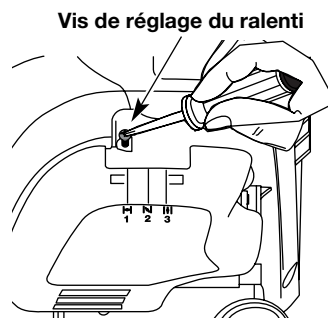

Fig. 50
La vitesse de ralenti du moteur est réglable à l'aide d'une vis de réglage accessible par un trou situé sur le dessus du couvercle du moteur (Fig. 50).
2. Relâchez la manette des gaz et laissez le moteur tourner au ralenti. Si le moteur s'arrête, insérez un tournevis cruciforme entre la couverture du filtre à air et celle du moteur (Fig. 50). Tournez la vis du ralenti dans le sens des aiguilles d'une montre, 1/8 de tour à la fois (selon le besoin) jusqu'à ce que le moteur tourne au ralenti sans à-coups.